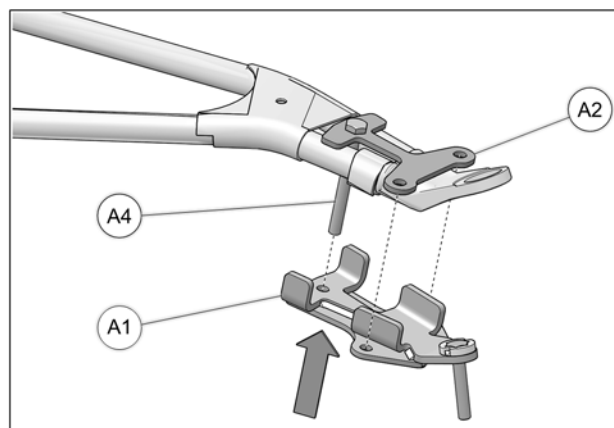

Fig. 15
6. Positionner la partie inférieure de l'ancrage anti-rotation (A1) sous le bras de suspension inférieur. Soulever l'arrière de l'ancrage (A1) et engager sur le boulon (A4) déjà installé dans la partie supérieure (A2). Voir Fig. 15